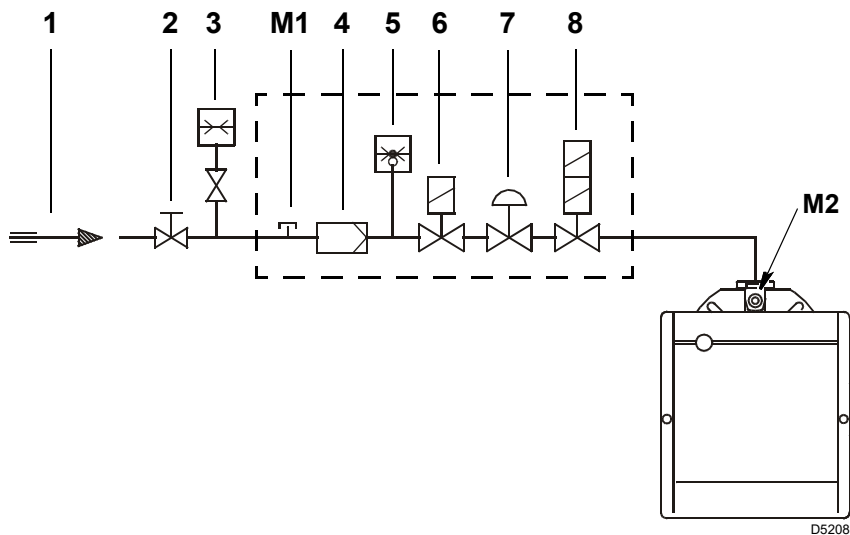

Fig. 16
Legenda (Fig. 16)
Pressão do gás medida na tomada M2)(Fig. 16 a pag. 18), com:
- subtraia da pressão do gás na tomada M2)(Fig. 16 a pag. 18) a pressão na câmara de combustão.
Pressão do gás na tomada M2)(Fig. 16 a pag. 18)= 10 mbar
Pelo contrário, para conhecer a pressão do gás necessária na tomada M2)(Fig. 16 a pag. 18), uma vez fixada a potência máxima de modulação à qual se deseja que o queimador funcione:
- Leia à direita, coluna 1, a pressão na tomada M2)(Fig. 16 a pag. 18).
pressão necessária na tomada M2)(Fig. 16 a pag. 18).